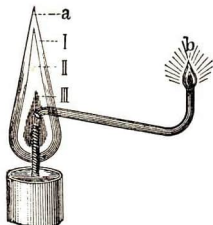

Abb. 483. Die drei Zonen
7. Jede **Kerzenflamme** ist eine kleine **Gasfabrik** (Abb. 483).